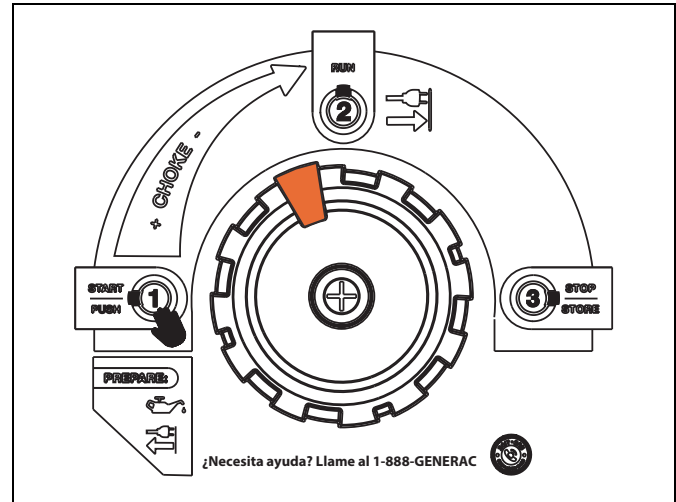

Figura 3-5. PowerDial en la posición volver a arrancar en caliente
1. Vea la Figura 3-5. Para volver a arrancar un generador caliente, gire el PowerDial en sentido contrahorario, desde la posición STOP (Parada), hasta que esté justo pasando la posición RUN (Funcionamiento). Esto volverá a abrir la válvula de combustible y permitirá el arranque eléctrico o con cuerda.